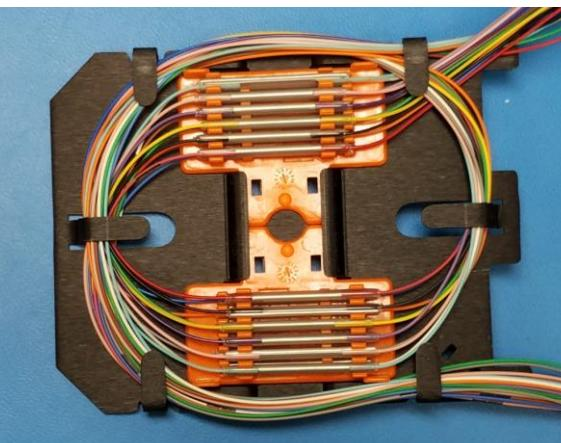

Figure 12
- 4.6 En s'éloignant graduellement de chaque sortie de manchon, acheminer délicatement toutes les fibres d'artère en sens inverse des aiguilles d'une montre et toutes les fibres de liaison dans le sens des aiguilles d'une montre sous les pattes de retenue, de la manière illustrée à la **figure 12**. Une fois cette étape terminée, il devrait y avoir du mou pour chaque fibre de liaison (**figure 13**).